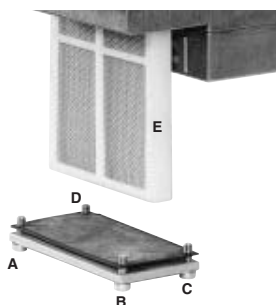

Fig. 56
- Entfernen Sie die Schrauben A ÷ D (Fig. 56).
- Ersetzen Sie die Filterpatrone E (Fig. 56).